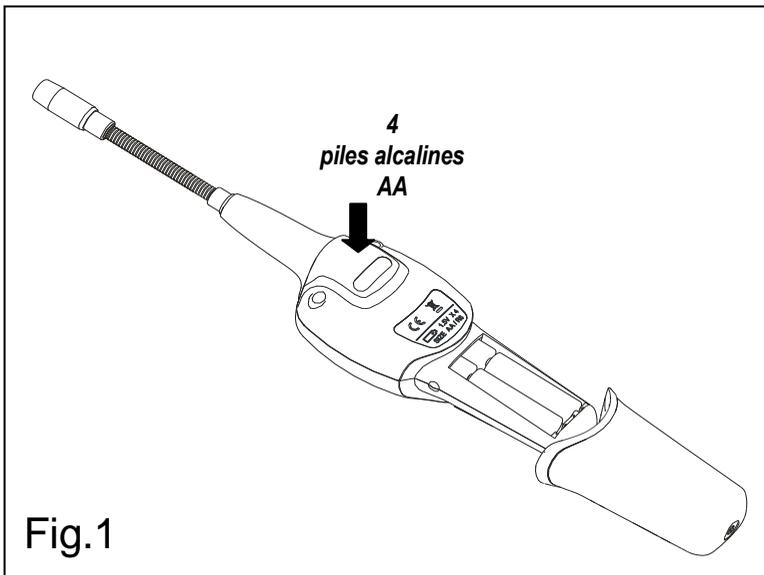

Fig.1
- Desserrez la vis et retirer la porte du compartiment de la batterie située sur le bas de l'instrument comme montré ci-dessous (Fig. 1).